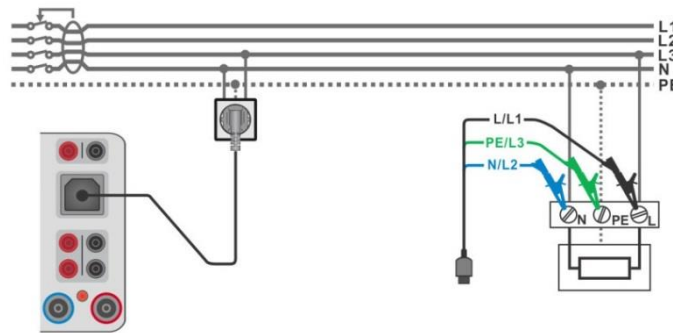

Abbildung 6.122: Anschluss des Commander-Prüfsteckers oder des 3-Leiter Prüfadapters
- › Verbinden Sie das 3-drahtige Prüfkabel mit dem zu prüfenden Objekt, siehe **Abbildung 6.122**.
Für Details siehe **Abbildung 6.122: Anschluss des Commander-Prüfsteckers oder des 3-Leiter Prüfadapters**.